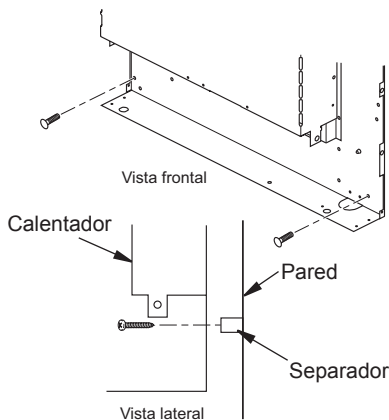

Figura 14 - Instalación de los tornillos de montaje inferiores
1. Localice los dos orificios de montaje inferiores. Estos orificios se encuentran cerca de la parte inferior del panel posterior del calentador (consulte la figura 14).